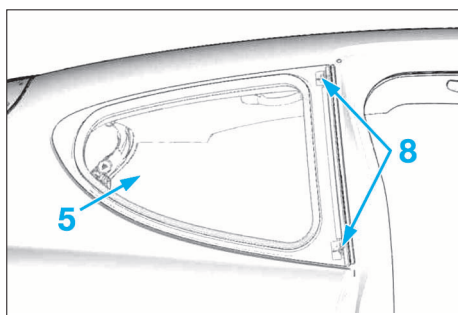

FIG. 76
- Déclipser la vitre (5), des agrafes (8) (Fig.76).